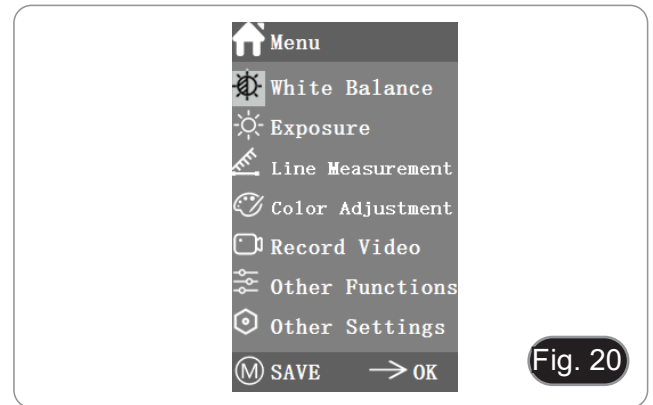

Fig. 20
2. A posição do cursor actual (ou seja, a posição do ícone destacado) é a opção de função de equilíbrio de brancos. (Fig. 20)